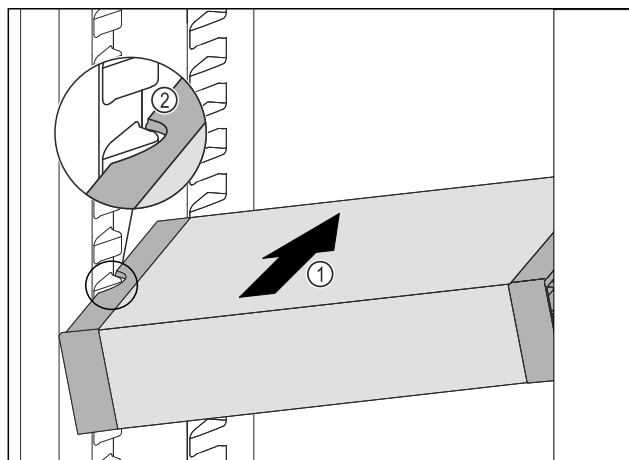

Fig. 136
- VarioSafe gurajte koso u hladnjak Fig. 136 (1) sve dok se bočni otvori Fig. 136 (2) ladice VarioSafe ne nađu na visini žlijeba spremnika u hladnjaku.